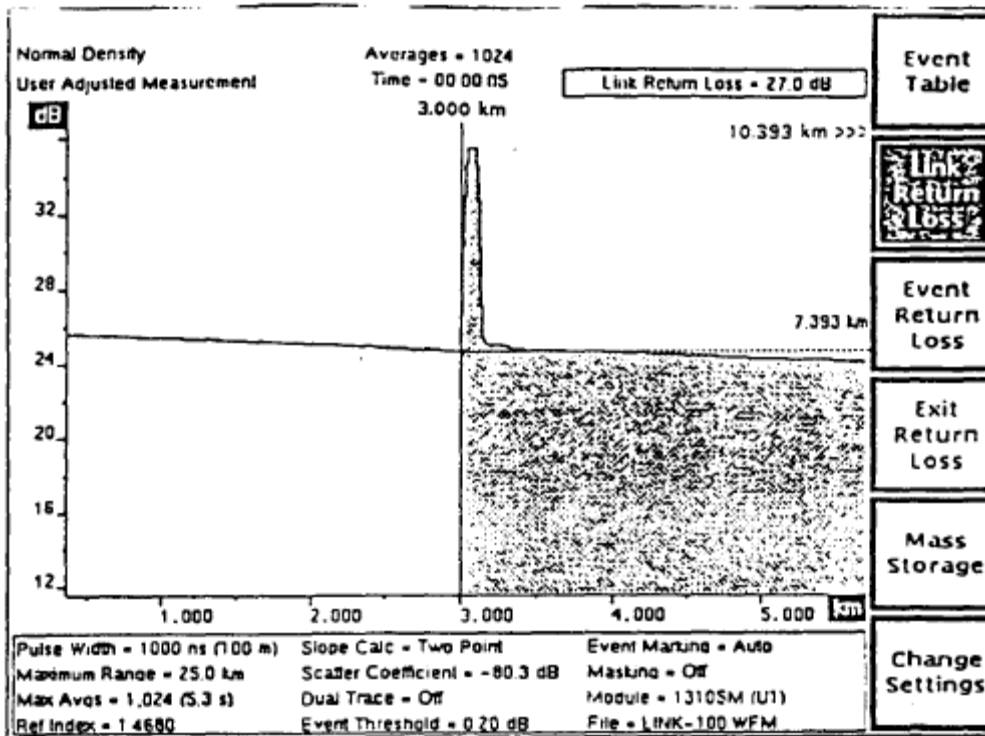

Fig. 3.18 CURSOR SELECT para activar el cursor de distancia izquierdo
- Para hacer ajustes manuales a mediciones automáticas, presione CURSOR SELECT para activar el cursor de distancia izquierdo (fig. 3.18). Luego emplee las perillas verticales y slope LOSS para ajustar el cursor de pérdida de forma tal que se alinee con la sección de retrodispersión en frente del enlace de la fibra que se está midiendo.